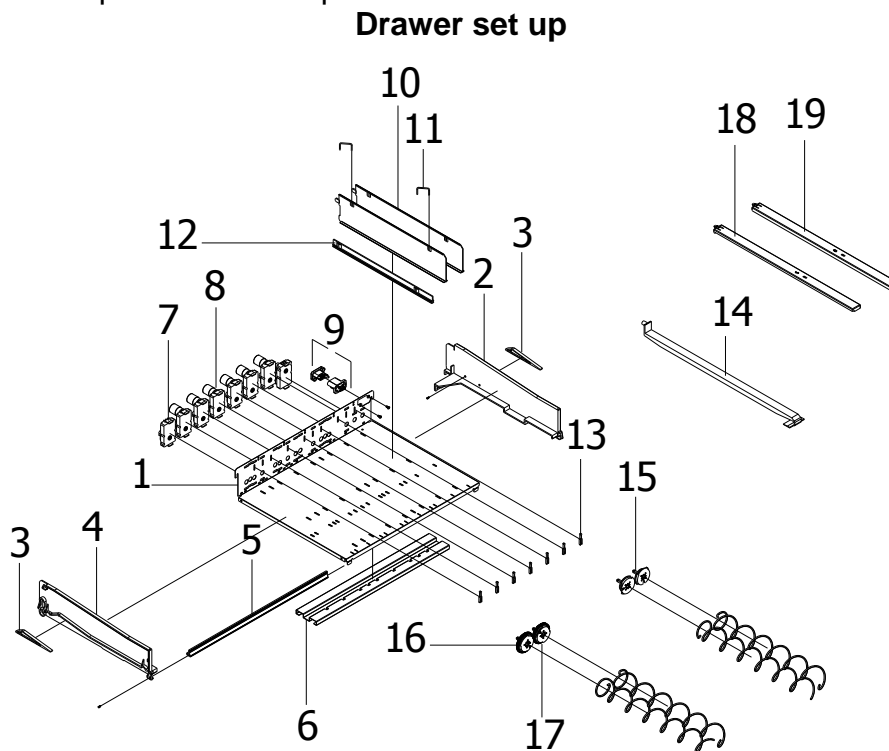

FIG. 5.2 – DRAWER COMPONENTS
- Ter voorkoming van problemen mag degene die de verkoopautomaat vult, de schakelaars boven de schuif en rechts van de uitworp (zie afbeelding 5.2) niet activeren;